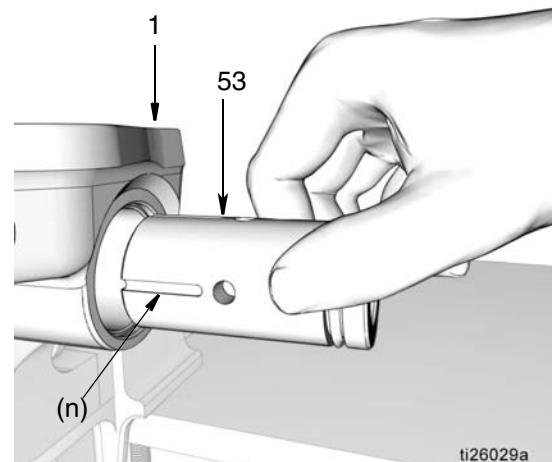

图 42
- 将泵元件衬套 (53) 安装在泵底座上 (1)。如要确定安装的正确方向，请参考 图 42。